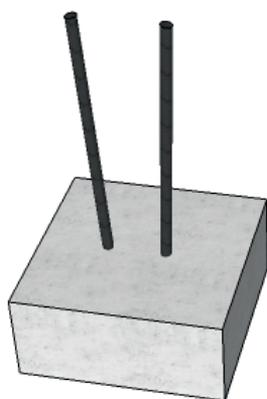
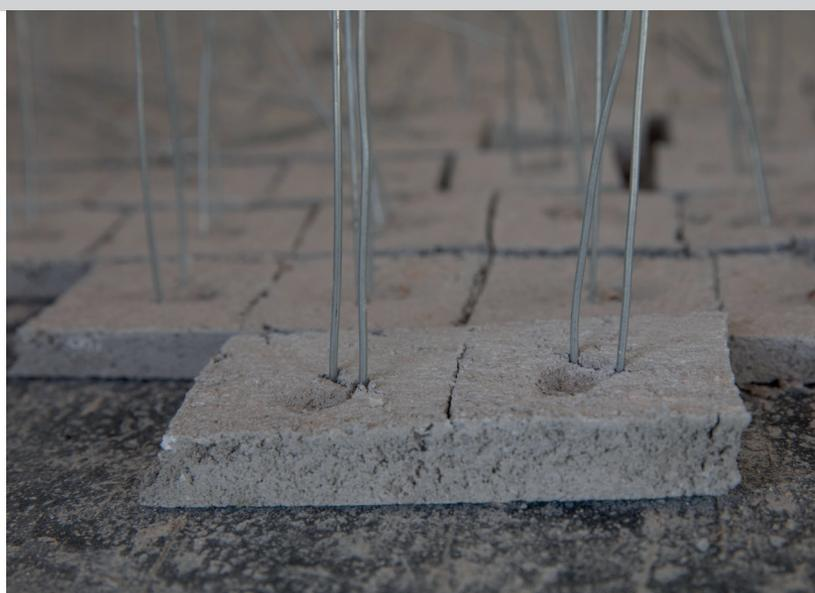

Fig.12 – Espaçador
Fig. 13 - Espaçadores
- Remover cuidadosamente cada espaçador (fig. 12 e fig. 13) e armazenar.